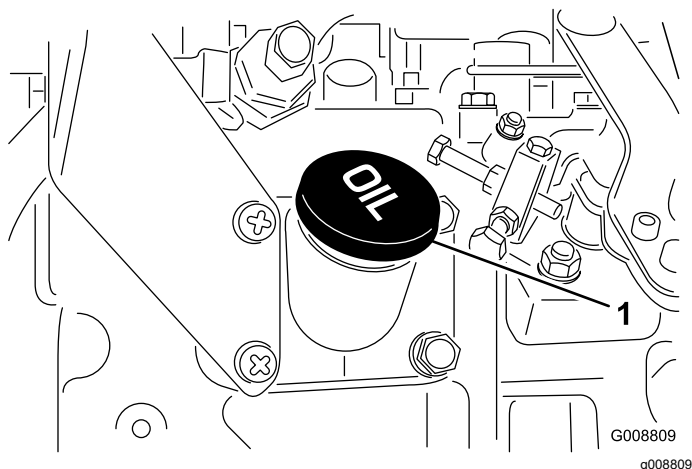

Figura 36
4. Se l'olio non raggiunge i parametri di sicurezza, togliete il tappo di riempimento (Figura 36) e aggiungete olio finché il livello non raggiunge la tacca Pieno.